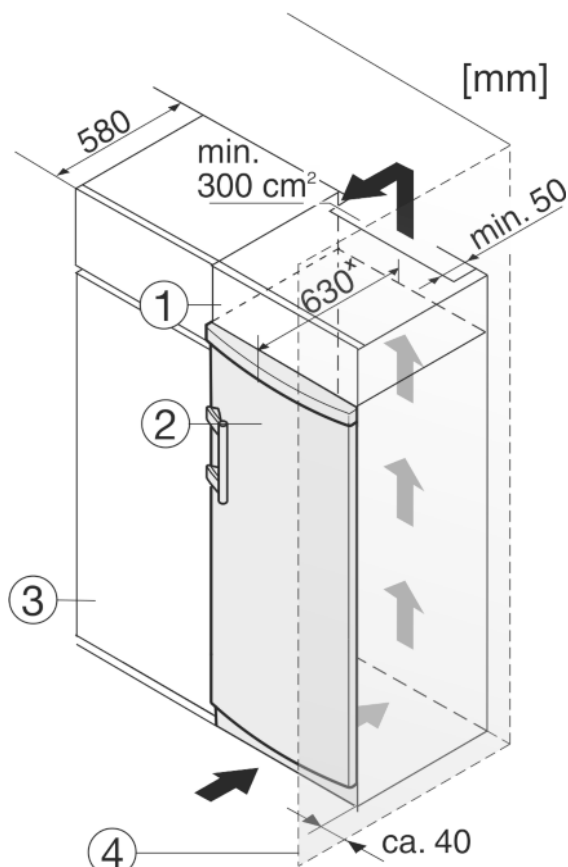

Fig. 10
Okoli naprave lahko vgradite kuhinjske omare. Za poravnavo naprave Fig. 10 (2) s kuhinjskimi elementi lahko nad napravo postavite ustrezno nadgradno omarico Fig. 10 (1).
Pri vgradnji aparata v standardne kuhinjske omare (globina največ 580 mm) lahko aparat postavite tik ob kuhinjsko omarico Fig. 10 (3). Aparat je ob strani postavljen 34 mm \* in na sredini 50 mm \* od čelne stranice kuhinjske omare.
Če aparat s tečajji postavite poleg stene *Fig. 10 (4)*, mora razdalja med aparatom in steno znašati najmanj 40 mm. To ustreza velikosti ročaja pri odprtih vratih.